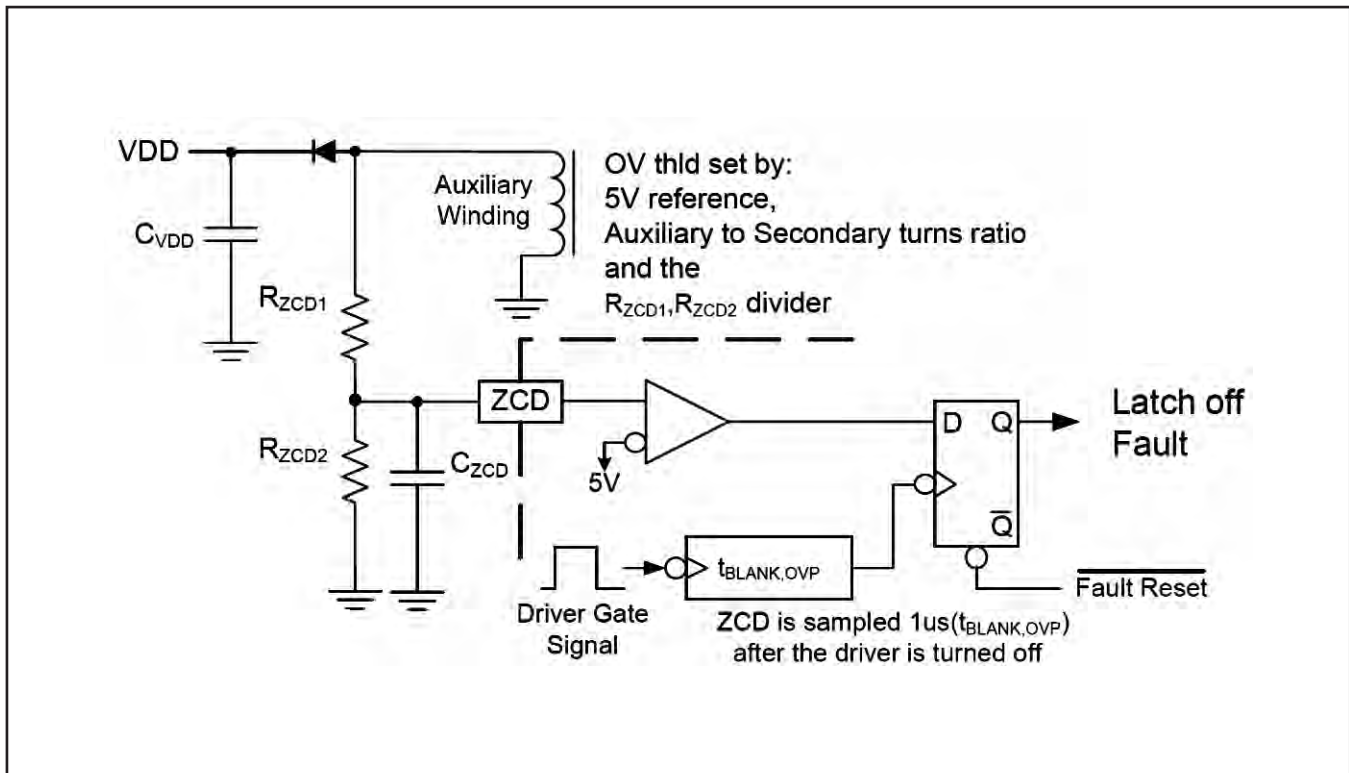

図 34. ZCDピンによる出力過電圧保護
出力過電圧 (OV) スレッシュホルドは、出力2次巻線に対する補助巻線の巻線比、およびZCD入力ピンへの分圧抵抗を使用して設定されます。UCC28610は、OV状態を検出すると常にラッチオフ状態に入ります。再起動して回復するためには、VDD電源がいったん障害リセット・スレッシュホルドを下回る必要があります。過電圧検出機能の動作を図34に示します。